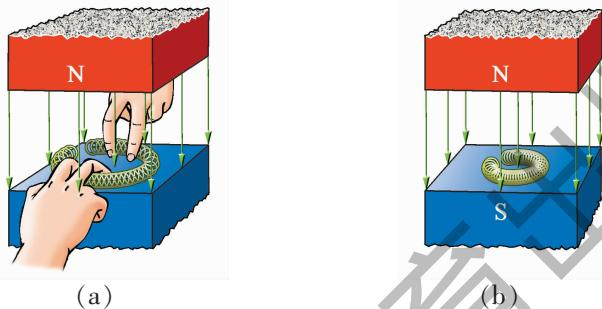

图 1-2-4
1. 如图 1-2-4 所示，磁场中有一个闭合的弹簧线圈。先把线圈撑开 [如图 (a)]，然后放手，让线圈收缩 [如图 (b)]。线圈收缩时，其中是否有感应电流产生？为什么？